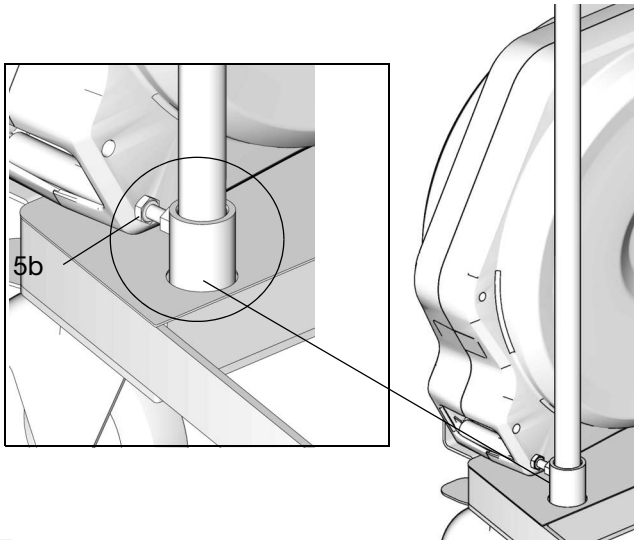

FIG. 31
3. Asegure el subconjunto de manillar (5a) en el carro (5) con ayuda de los pernos suministrados (5b), usando un destornillador para apretarlos (FIG. 31).